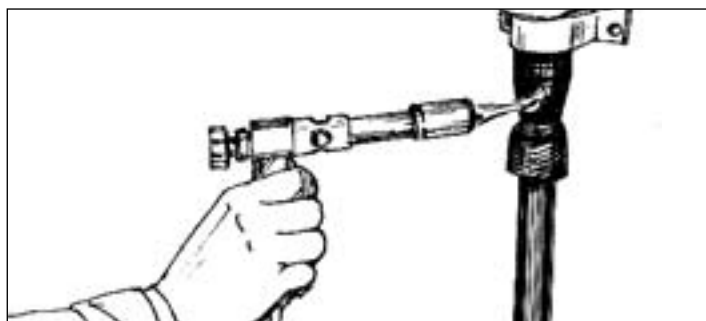

Рис. 4.29. - Герметизация вводной втулки бокса с оболочкой кабеля
**4.7.2.** Герметизация вводной втулки бокса с оболочкой кабеля показана на рис. 4.29.